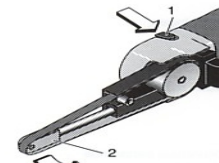

Fig. 6
2. Țineți apăsat butonul de stopare 1 (Fig. 6) și așezați capul de șlefuit (2) la unghiul dorit.